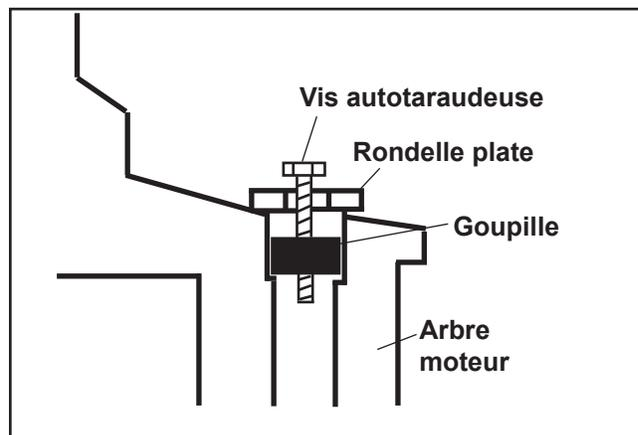

Figure 10-2. Enlèvement du bouchon de la manivelle.
2. Introduire une longue vis autotaraudeuse de 3/4 de pouce ou 1 pouce avec une rondelle plate dans le trou percé. La rondelle plate doit être suffisamment large pour s'appuyer sur l'épaule du trou du bouchon. Voir la Figure 10-2.